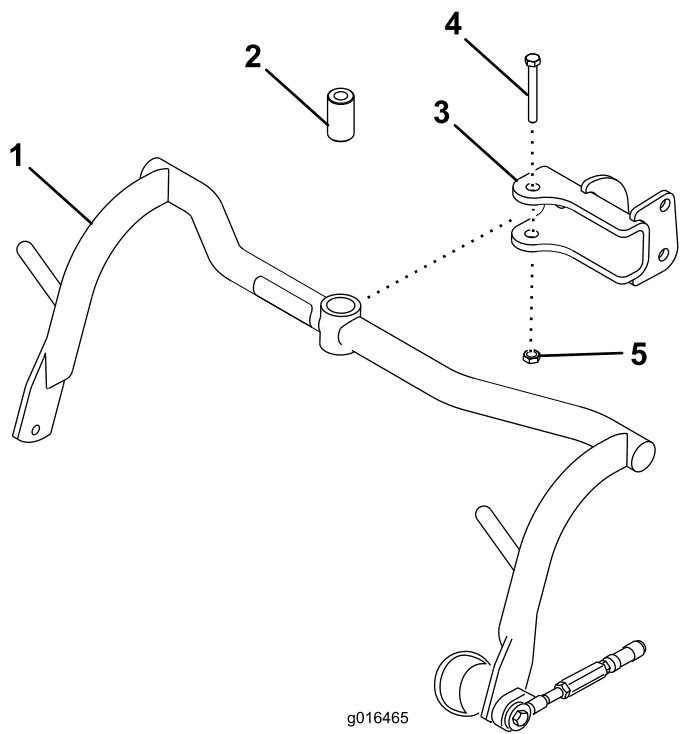

图 5
1. 用隔片、螺栓 $\frac{1}{2}$ x 3 $\frac{1}{4}$ 英寸和锁紧螺母 $\frac{1}{2}$ 英寸将承载架组件安装到各个 U 形销上请参阅图 5。上紧扭矩至 91113N·m。